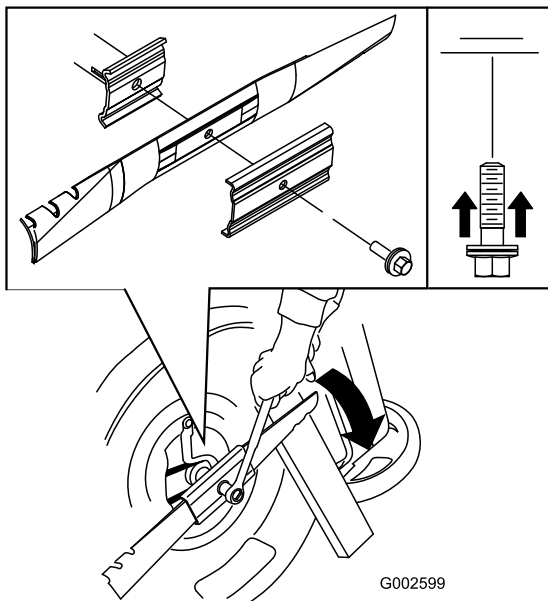

Figure 32
5. Montez la lame neuve (tournez le boulon de fixation dans le sens horaire) ainsi que toutes les fixations (Figure 32).